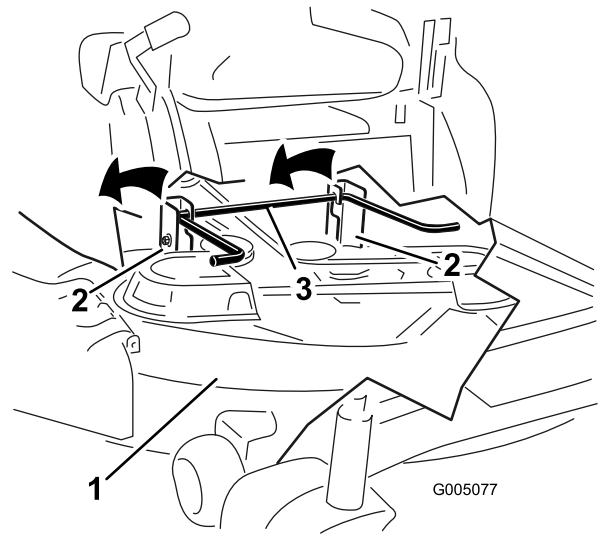

Figura 57
5. Eleve la carcasa de corte y separe ésta y las pletinas de suspensión de la varilla de elevación trasera; luego baje el cortacésped con cuidado al suelo (Figura 57).
5. Eleve la parte trasera de la carcasa de corte y coloque las pletinas de suspensión sobre la varilla de elevación trasera (Figura 57).